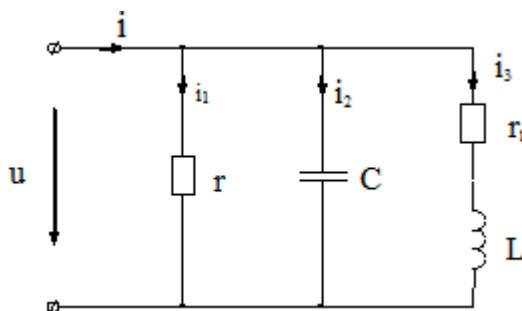

Рисунок 4.1- Схема цепи с параллельно соединенными элементами
4.2.1.1 Начертить заданную схему электрической цепи с параллельным соединением резистора r , индуктивной катушки (L, r_k) и конденсатора (рисунок 4.1) и указать на ней выбранные направления токов и напряжения. Варианты значения параметров (r, L, r_k, C) элементов схемы и приложенного синусоидального напряжения (U, f) указаны в таблице 4.1. Обычно вариант задания соответствует порядковому номеру бригады.
4.2.2.3 Собрать схему резонансного контура (рисунок 4.1), установив параметры элементов схемы для своего варианта.